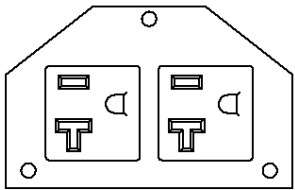
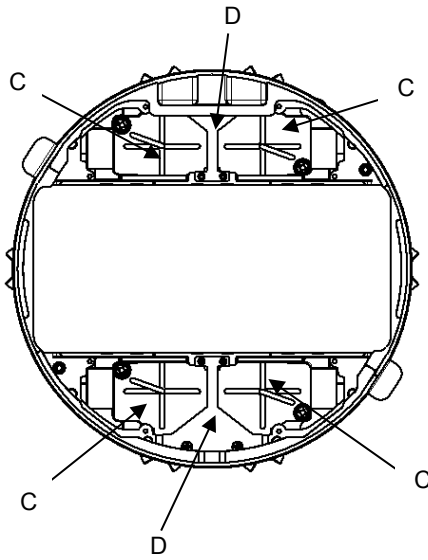
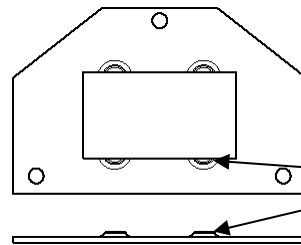
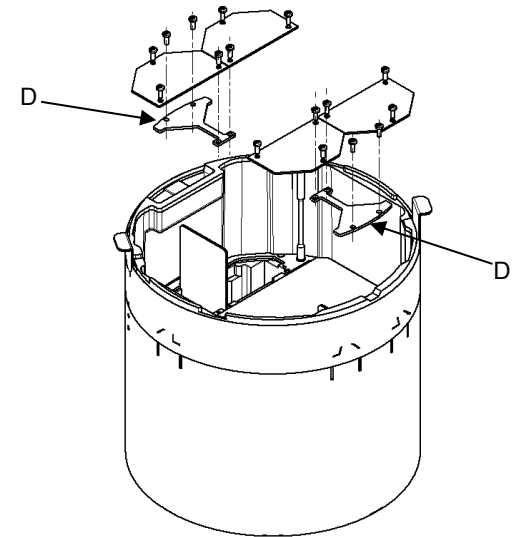

Fig. 10
Fig. 11
Fig. 12
Fig. 13
Install perimeter cover plates S1R10PSPxxx half size series in the areas (C) as shown in Fig. 11. One example of a perimeter cover plate is shown in Fig. 10 (prewired cover plate). Cover plates with bumps (Fig. 12) must be installed with bumps in the up position. To maintain fire classification, the perimeter device bracket S1R10PSPREPBRKT (D) (Fig. 13), purchased separately, must be used when using cover plates S1R10PSPxxx half size series.
Monter les plaques périphériques mi-format de la série S1R10PSPxxx dans les sections (C) de la Fig. 11. On trouvera un exemple de plaque périphérique à la Fig. 10 (plaques précâblées). Les plaques avec butées (Fig. 12) doivent être installées les butées vers le haut. Pour maintenir la classification de tenue au feu, le support du dispositif périphérique S1R10PSPREPBRKT (D) (Fig. 13), acheté séparément, doit être utilisé avec les plaques mi-format de la série S1R10PSPxxx.
Instale las placas de cobertura perimetral de la serie S1R10PSPxxx de medio tamaño en las áreas (C) como se muestra en la Fig. 11. Un ejemplo de una placa de cubierta perimetral se muestra en la Fig. 10 (placa de cubierta precableada). Las placas de cubierta con protuberancias (Fig. 12) deben instalarse con las protuberancias hacia arriba. Para mantener la clasificación del fuego, el soporte del dispositivo perimetral S1R10PSPREPBRKT (D) (Fig. 13), comprado por separado, debe usarse cuando se utilizan placas de cubierta de la serie S1R10PSPxxx de medio tamaño.